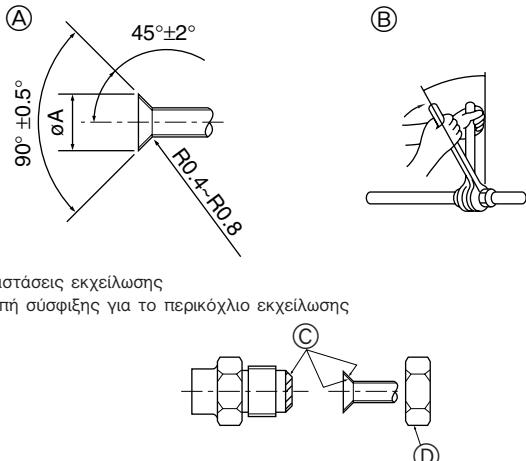

Fig. 4-1
Πίνακας (Fig. 4-1)
4.2. Σωλήνες σύνδεσης (Fig. 4-1)
- Πριν βιδώσετε το περικόλιο εκχείλωσης απλώστε στο σωλήνα και στην κοινή επιφάνεια που επικάθεται λεπτό στρώμα από ψυκτικό λάδι. (A)
- Χρησιμοποιήστε δύο κλειδιά για να σφίξετε τις συνδέσεις των σωλήνων. (B)
- Αλειψτε με ψυκτικό λάδι ολόκληρη την επιφάνεια στα διαπλατυσμένα τμήματα. (C)
- Χρησιμοποιήστε τα περικόλια εκχείλωσης όπως στερεώνονται στη μονάδα. (D)
- ① Η σύνδεση των σωληνών πρέπει να ξεκινά από την εσωτερική μονάδα.